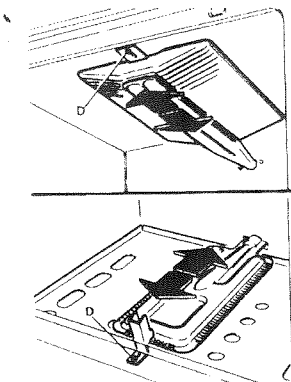

fig. 17
- enlever la vis qui fixe le brûleur grilloir au plafond du four. Par la vis antérieure "D" (fig. 17 - 18)
- pour les brûleurs four et grill, desserrer la vis D - E, déplacer le brûleur vers l'avant ou l'arrière jusqu'à obtenir une flamme correcte, dardée et de couleur bleue (fig. 17 - 18).